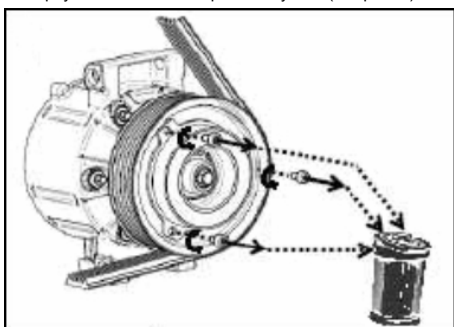

Рис.2
1. Вывернуть винты M5 и отправить в утиль (см. рис. 2).